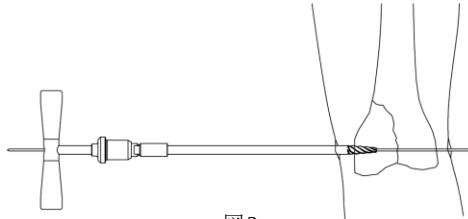

図 2
- 2) 顆部用ヘッド部カウンターシンクの後端に T ハンドル（ハドソン元）を接続し、内側皮質を開窓します。（図 2）